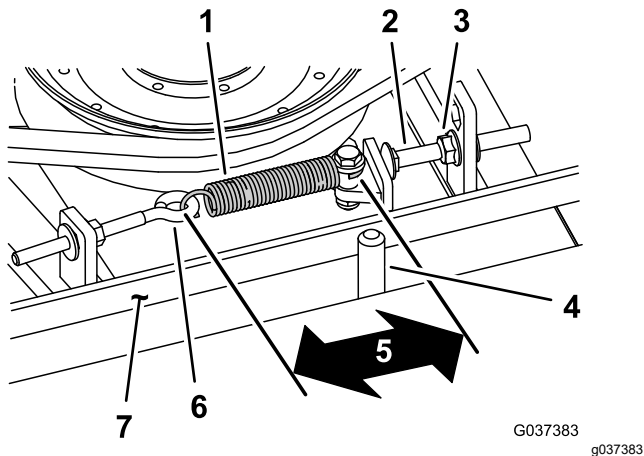

Figura 113
Cuando está correctamente tensado, la longitud en el interior del muelle de extensión (entre ganchos) debe ser de 8.3-9.5 cm ( $3\frac{1}{4}$ "- $3\frac{3}{4}$ " ) aproximadamente. Una vez que haya obtenido la tensión correcta del muelle, ajuste el perno de tope (perno de cuello cuadrado) hasta que quede aproximadamente 2-5 mm (0.065"-0.185") de holgura entre la cabeza del perno y el brazo tensor (Figura 113).
**Nota:** Asegúrese de que la correa está colocada en el lado del muelle de la guía de la correa (Figura 113).
- Afloje el perno de ojal para poder retirar el muelle de extensión (Figura 113).
- Afloje la tuerca con arandela prensada que fija el perno de tope a la pestaña de montaje, y aparte la polea tensora de la correa para aliviar la tensión de la correa (Figura 113).
9. Conecte el muelle de extensión (Figura 113) al perno de ojal y tense la correa de la siguiente manera: